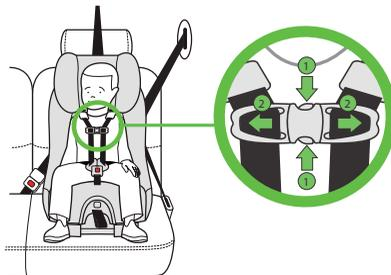

Figure 130
Dégagez l'attache de poitrine en pressant ensemble les onglets de déverrouillage (1) et en séparant la boucle de poitrine (2), tel qu'illustré dans la **Figure 130**.